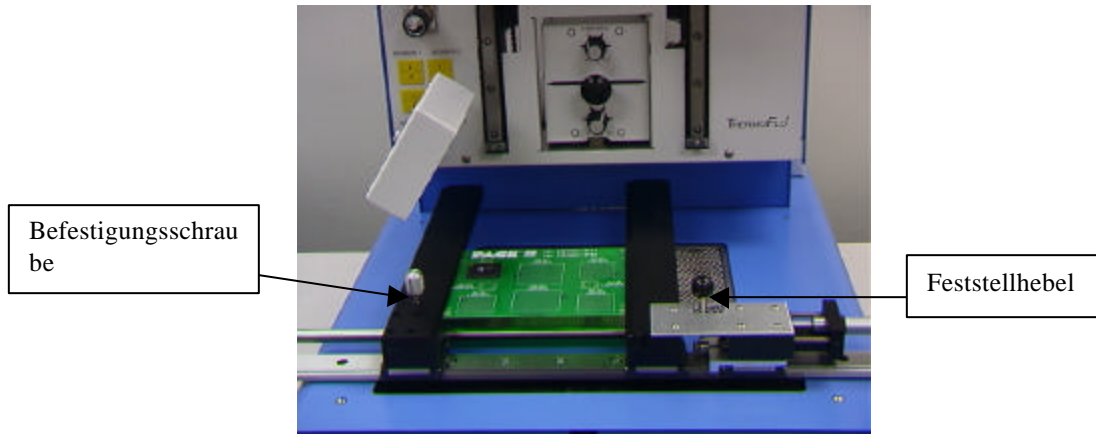

Abbildung 15
- v. Platzieren Sie die Leiterplatte zwischen die Führungen des TF 1500, und ziehen Sie die Befestigungsschraube fest. (Abbildung 15)